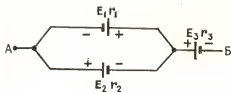

Рис. 4.
**Пример 4.** Вычислить э. д. с. и внутреннее сопротивление батареи, показанной на рис. 4. Дано:  $E_1 = 10$  в,  $E_2 = 20$  в,  $E_3 = 30$  в,  $r_1 = r_2 = r_3 = 1$  ом.
3. В батарее, изображенной на рис. 4,  $r_1 = r_2 = r_3 = 1 \text{ ом}$ ,  $E_2 = 10 \text{ в}$ ,  $E_3 = 15 \text{ в}$ . Какой должна быть э. д. с.  $E_1$ , чтобы при замыкании этой батареи на внешнее сопротивление через него не шел ток?